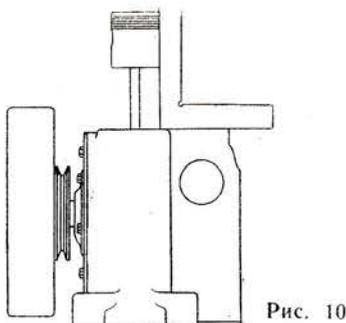

Рис. 10
7. Надеть поршень в сборе с кольцами на шатун и поставить палец в бобышки поршня. Сжать плоскогубцами усики стопорного кольца и ввести его в выточку поршня. Проследить за тем, чтобы стопорные кольца плотно и надежно сидели в выточках, не выступая наружу. Правильность установки шатуна с поршнем проверить по угольнику (рис. 10).